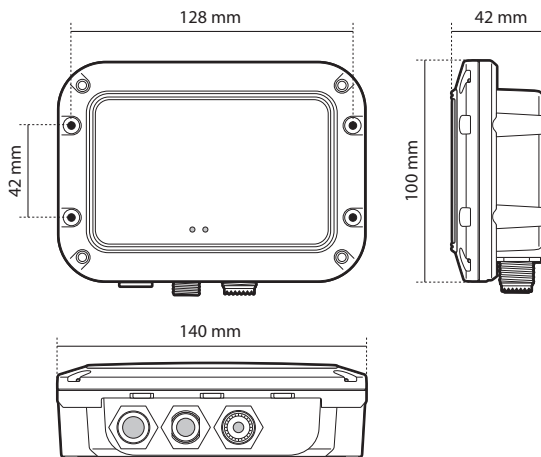

Ilustración 5 Dimensiones del Receptor AIS
- Debe haber un espacio adecuado alrededor del Receptor AIS para colocar los cables. Consulte la Ilustración 5 para obtener información sobre las dimensiones del Receptor AIS.